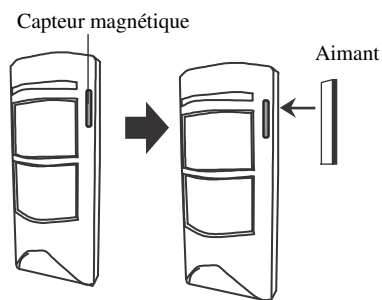

Fig. 8
- c) Activer le PIR pour qu'il transmette son identité radio en plaçant un aimant près du capteur magnétique (Fig.8).
1. Se référer à la figure 8 pour l'emplacement du capteur magnétique sur le circuit du PIR et approcher un aimant (vous pouvez utiliser un aimant de capteur magnétique d'intrusion) jusqu'à ce que la LED fasse ON→OFF→ON, cela nécessite 3 à 4 secondes, puis retirer l'aimant. Le PIR est maintenant en mode TEST durant 3 minutes.
Il est nécessaire de procéder à un test de communication radio avec la centrale LS-30 après l'installation. Se référer à la figure 8 et placer un aimant près du contact magnétique afin que le PIR transmette un signal radio et vérifier que la centrale le reçoit bien. Vérifier également le niveau du signal à l'aide de la valeur RSSI affichée sur l'écran LCD afin de s'assurer que la transmission est fiable. Il est possible d'utiliser un répéteur de signal pour augmenter la portée radio si nécessaire.